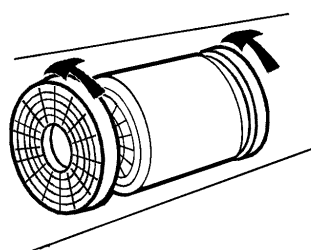

fig.2
3. Tournez les filtres à charbon actifs jusqu'à ce qu'ils se bloquent (fig. 2).